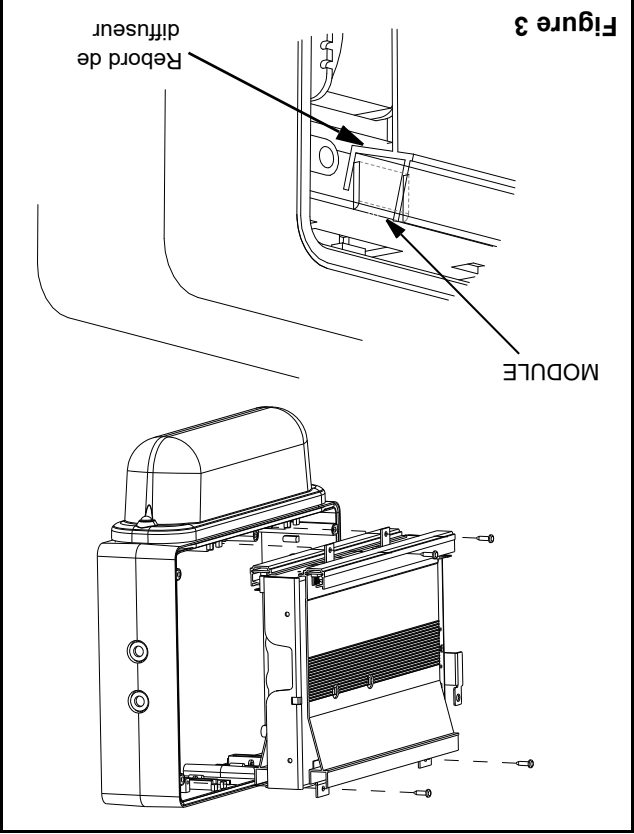
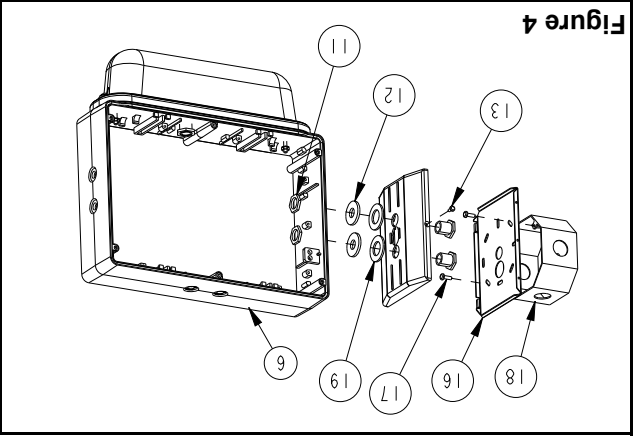
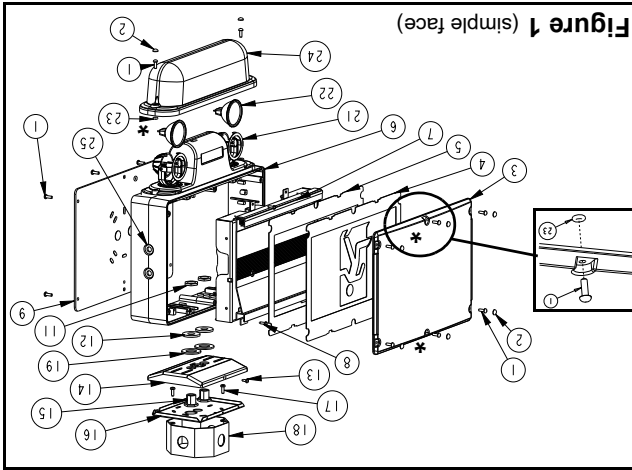

Figure 3
Figure 4
Figure 1 (simple face)
- e. S'assurer que la vis de retenue est accessible (voir figures 1&2, pièce n° 13). Utiliser les vis de la boîte de jonction pour fixer la plaque arrière du pavillon à la boîte de jonction.
- g. Pour accéder aux trous défonçables du cadre, retirer les 4 vis retenant le module électronique au cadre afin de les séparer (voir figure 3). Débrancher les fils des lampes avant d'enlever le module.
- Pour les modèles à double face, il est important de noter que vous devez enlever le diffuseur (10) avant de retirer le module du boîtier.
- h. Choisir quels trous du cadre serviront au montage (voir les figures 1, 2 et 4). Soulever le cadre à l'aide de deux blocs de bois espacés à coup sec à l'aide d'un marteau et d'un tournevis. Enlever toute bavure dans les trous afin de permettre un bon contact avec le raccord fileté. Note: le montage en bout (voir figure 4), bien qu'étanche à l'eau, n'est pas certifié Nema 4X.
- i. Visser le pavillon au cadre à l'aide du raccord fileté. S'assurer que le joint d'étanchéité est bien placé entre le pavillon et le cadre, et que les écrous soient à l'intérieur de l'indicateur (voir figure 4).
- l. Pour les modèles à double face: Assurez-vous avant de remettre en place le module électronique, d'installer à nouveau le diffuseur (10), en enclenchant sa partie supérieure en premier dans le module électronique et par la suite, en vissant sa partie du bas (voir fig.3).
- c. Retirer les 4 vis retenant le module électronique au cadre afin de les séparer (voir figure 3). Débrancher les fils des lampes avant d'enlever le module.